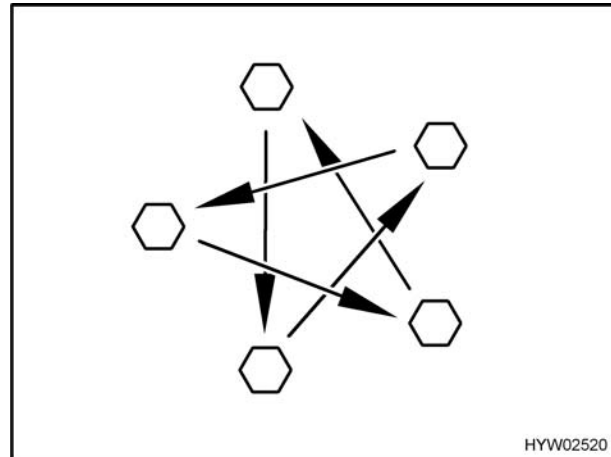

Fig. 108 Serrare a croce i bulloni delle ruote
- Controllare regolarmente il serraggio dei bulloni. Regolare a croce (Fig. 108) il serraggio dei bulloni di una ruota sostituita dopo circa 50 km. Per il valore della coppia di serraggio consultare il paragrafo Coppia di serraggio.
- ▷ Serrare a croce i bulloni delle ruote (Fig. 108). Per il valore della coppia di serraggio consultare il paragrafo Coppia di serraggio.